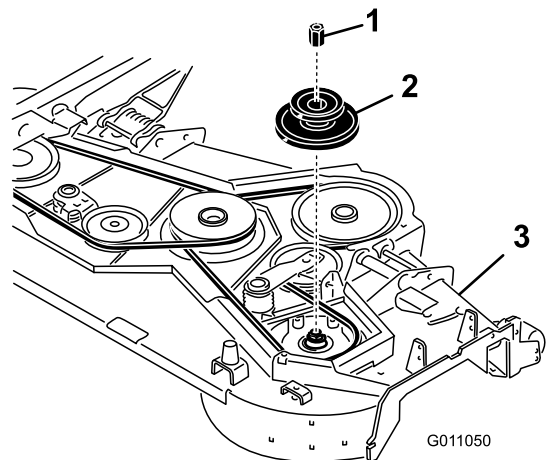

Figura 3
4. Coloque um bloco sob o eixo da lâmina direita sob a plataforma do cortador antes de remover a polia direita da plataforma do cortador (Figura 3). Isto evita que os componentes do eixo caiam quando é removida a porca da polia.
5. Remova a porca da polia existente e remova a polia (Figura 3). Guarde a polia e porca para utilização posterior.
6. Instale a nova polia dupla e prenda-a com a nova porca da polia (Figura 3). Aperte a porca a 176-203 N·m.